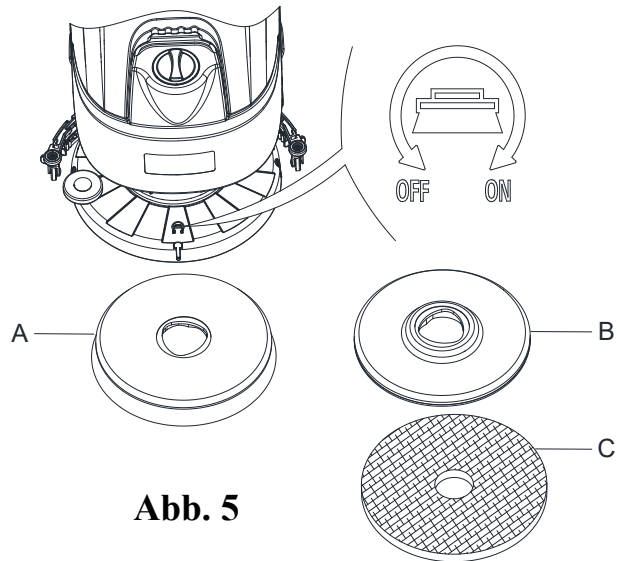

Abb. 5
Installieren Sie entweder die Bürste (A, Abbildung 5) oder den Pad-Halter (B und C, Abbildung 5) entsprechend der Art des zu reinigenden Bodens.
3. Positionieren Sie den Bürsten- (A, Abbildung 5) oder Pad-Halter (B, Abbildung 5) unter dem Deck (12, Abbildung 1).
7. Sollte sich der 6. Schritt oben als schwierig erweisen, gehen Sie von Hand vor und drehen Sie den Bürsten-/Pad-Halter in die der normalen Drehrichtung entgegengesetzte Richtung, sodass er abgenommen werden kann. (wie in Abbildung 5 dargestellt)